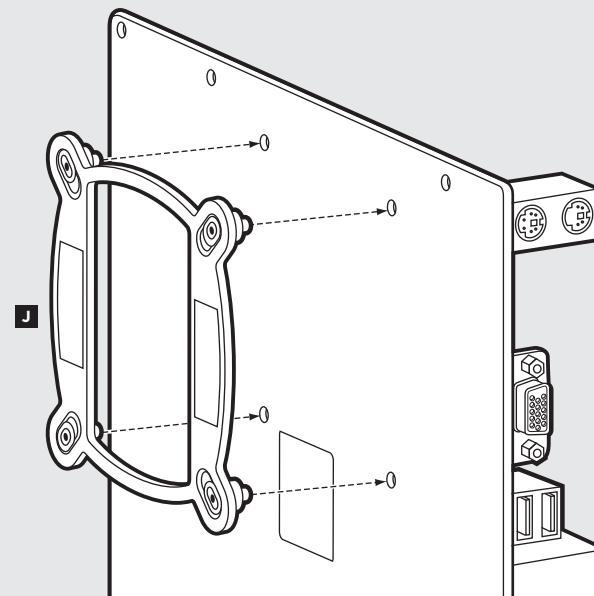

figure 2
- Install the assembled backplate (figure 2).
- Installez la plaque arrière assemblée (figure 2).
- Montieren Sie die zusammengebauten Rückwand (Abbildung 2).
- Установите собранную опорную пластину. (Рис. 2)
- 安装组装好的背板（图 2）。